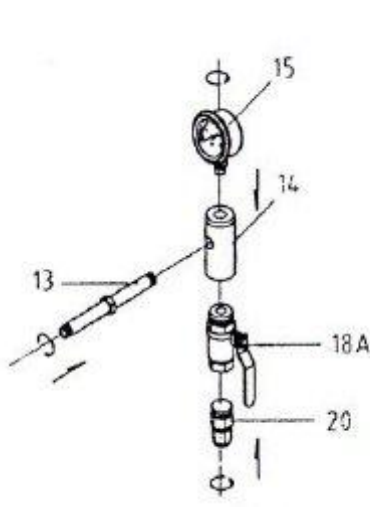

Abbildung 1
1. Sehen Sie sich zunächst Abbildung 1 an. Montage des Ansaugkrümmers (14). Montieren Sie das Manometer (15) am Ende des Zulaufschlauchs und drehen Sie es so, dass es oben am Tank gut sichtbar ist. Installieren Sie dann das Drosselventil (18-A) an der Unterseite des Ansaugrohrs. Im nächsten Schritt wird der Stecker (20) an der Drosselklappe montiert. Anschließend wird das Verbindungsrohr (13) seitlich am Kabel montiert.